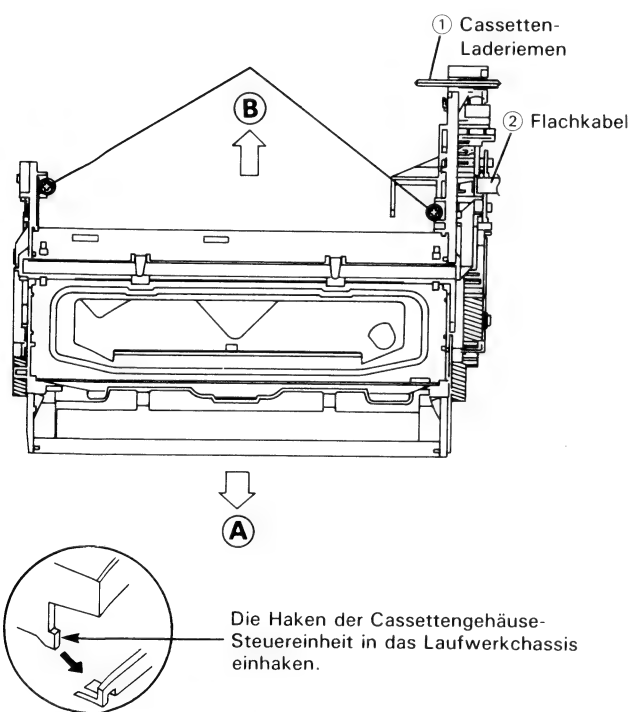

Abbildung 1-1.
2. Den Cassetten-Laderiemen ① ausbauen.
3. Das Flachkabel ② von der rechten Seite der Cassettengehäuse-Steureinheit trennen.
5. Die Cassettengehäuse-Steureinheit (Abb. 1-1) in Pfeilrichtung ⇒ ③ drücken und diese dann gerade nach oben herausziehen.